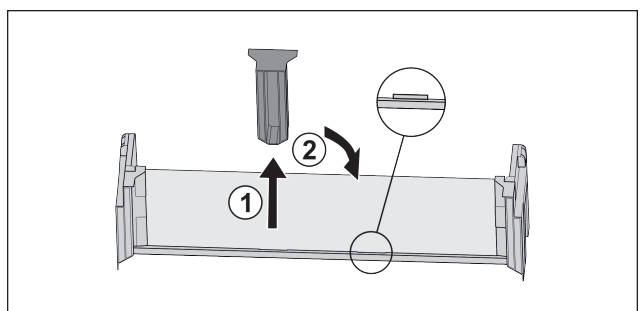

Fig. 65
- ▶ Mittleres Halteteil abziehen Fig. 65 (1).
- ▶ Mittleres Halteteil auf zweiter Position einsetzen Fig. 65 (2).